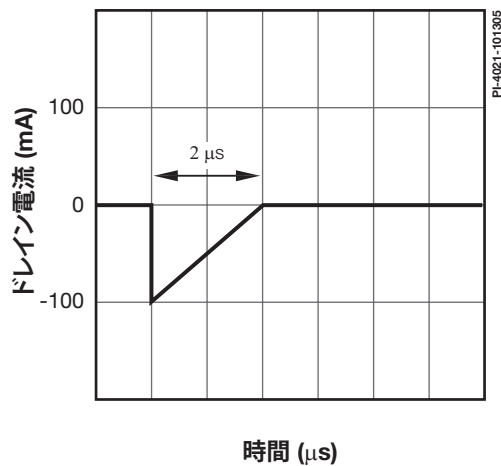

図 9. ピークパルス DRAIN 逆電流波形
4. 負のドレイン電圧 – クランプレス設計では、ドレイン電圧がソース電圧以下になることがあり、逆電流がソースからドレインに流れる原因となります。このような電流が流れる場合、図 9 に示す特性の範囲内に収まっているか検証してください。